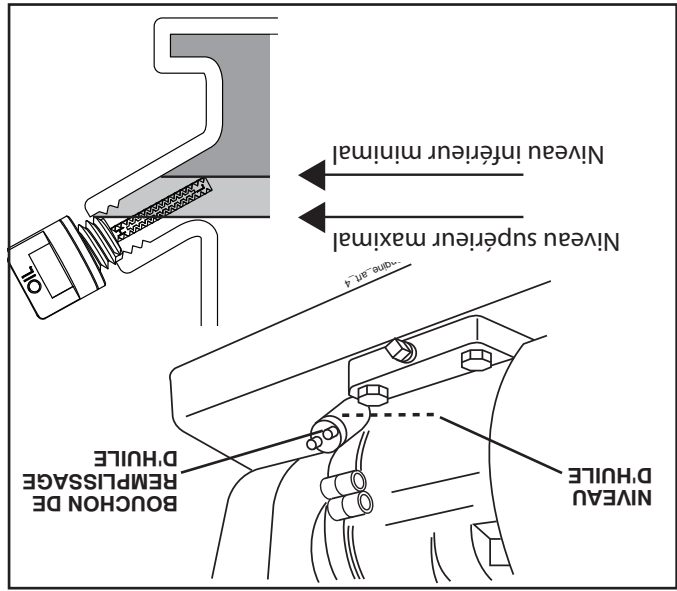

Fig. 12
- ### REMPLISSAGE DU MOTEUR D'HUILE (voir la Fig. 12)